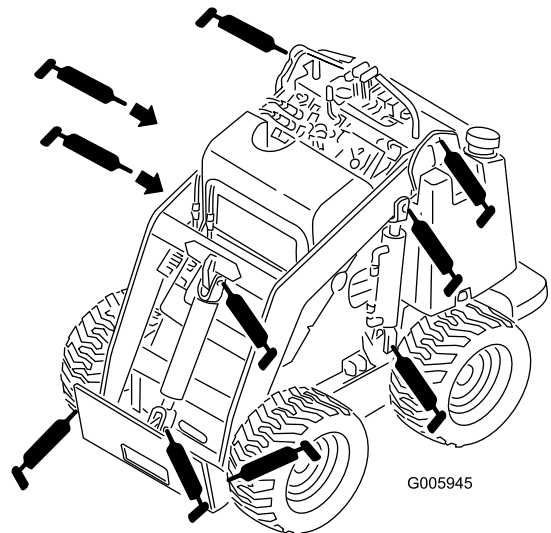
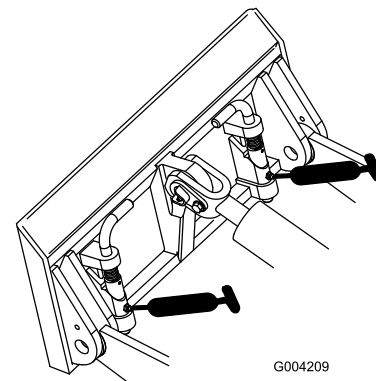

Figura 24
Figura 25
- Conecte una pistola de engrasar a cada punto de engrase (Figura 24 y Figura 25).